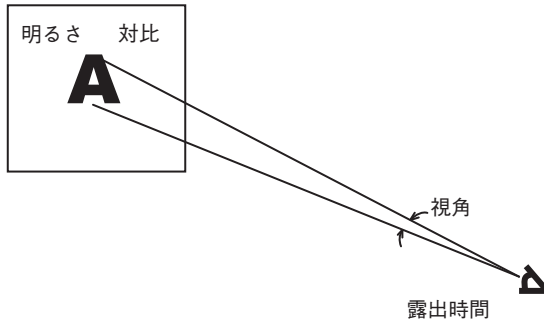

図 1.1.1 見えるための4原則
1. 視角、2. 明るさ、3. 対比、4. 露出時間の4項目^[1] (図 1.1.1) である。